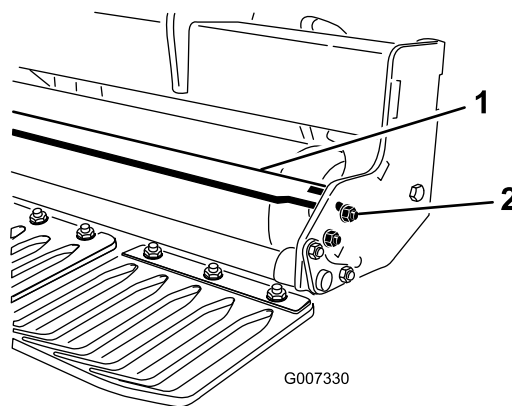

図 16
1. スクレーパの左右をローラスクレーパのタブに固定している締結部材をゆるめる 図 16。